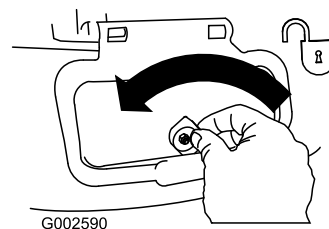

Figura 19
1. Desbloquee la puerta de descarga lateral (Figura 19).